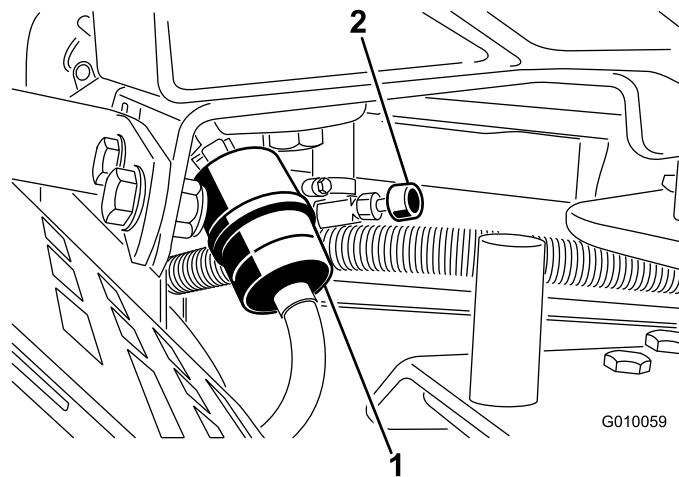

Figura 50
2. Chiudete la valvola di intercettazione del carburante (Figura 50).
3. Premete le estremità delle fascette stringitubo ed allontanatele dal filtro (Figura 50).
5. Montate un nuovo filtro ed avvicinate le fascette stringitubo al filtro (Figura 50).
7. Aprite la valvola di intercettazione del carburante (Figura 50).
3. Allentate la fascetta stringitubo e spostatela in alto sul tubo del carburante, lontano dal filtro del carburante (Figura 50).
4. Estraiete il tubo del carburante dal relativo filtro (Figura 50). Aprite la valvola di intercettazione del carburante e lasciate spurgare il carburante in una tanica o una bacinella di spurgo.
5. Collegate il tubo del carburante al filtro del carburante. Infilate la fascetta vicino al filtro del carburante, per fissare il tubo del carburante (Figura 50).